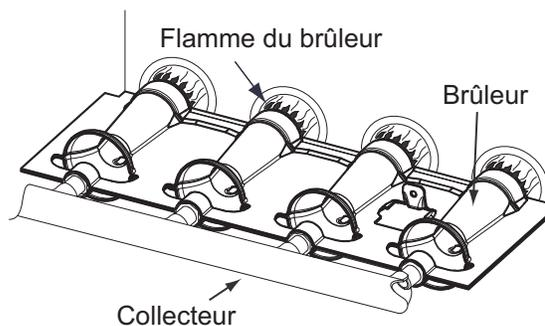

Fig. 61 - Flamme du brûleur
11. Vérifier le fonctionnement de la chaudière sur 2 cycles de chauffage complets. Inspecter les brûleurs. La flamme du brûleur doit être d'un bleu clair, presque transparent. Voir la Fig. 61.